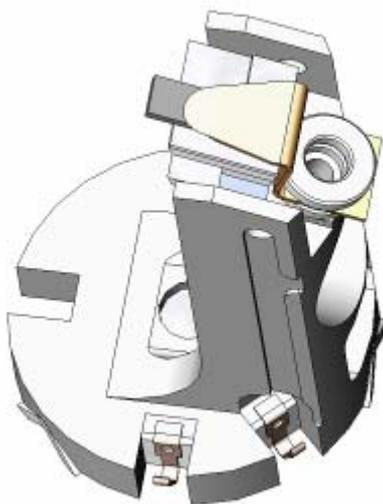

Рис. 5-2. Установка зондового датчика
5. Опустите прижимную пружину. Положение зондового датчика после установки показано на Рис. 5-2.